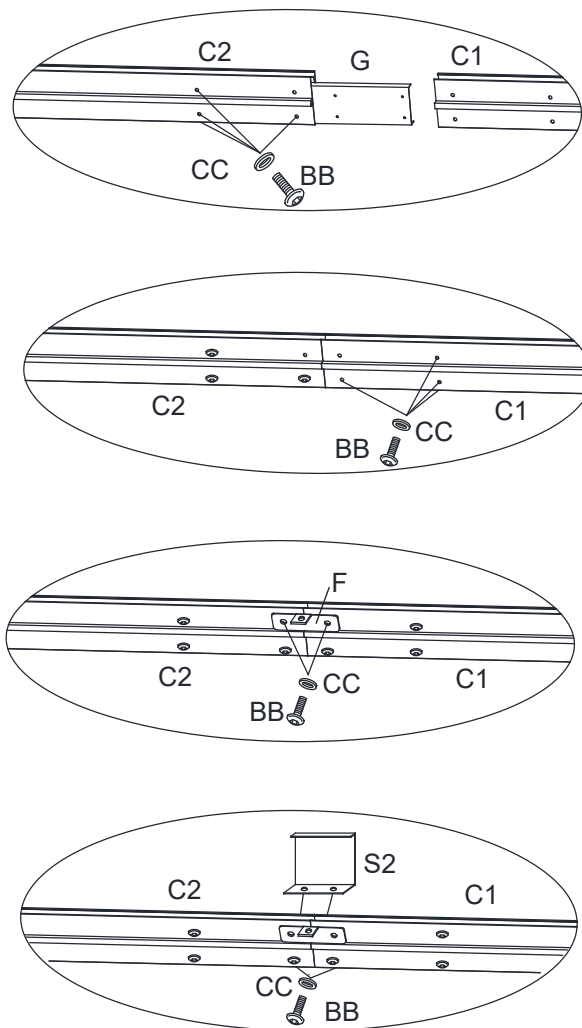

Fig.2.2
2.2. Connectez le linteau gauche court (C1) au linteau droit (C2) via le connecteur de linteau - grand (G) par boulon (BB) et rondelle (CC), puis reliez le Connecteur (F) au joint du linteau (C1/C2) par boulon (BB) et rondelle (CC), placez le couvercle du linteau - Centre (S2) sur le joint des deux linteaux avec le boulon (BB) et la rondelle (CC), Faites attention à installer les vis en fonction des ordres indiqués sur l'illustration. Voir Fig.2.2